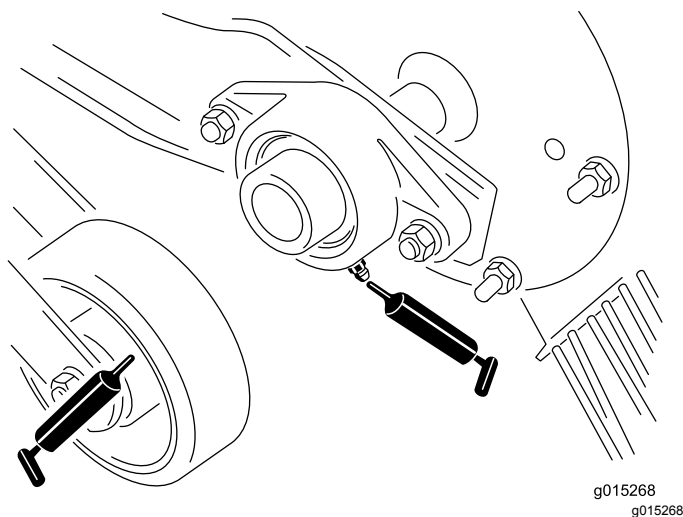
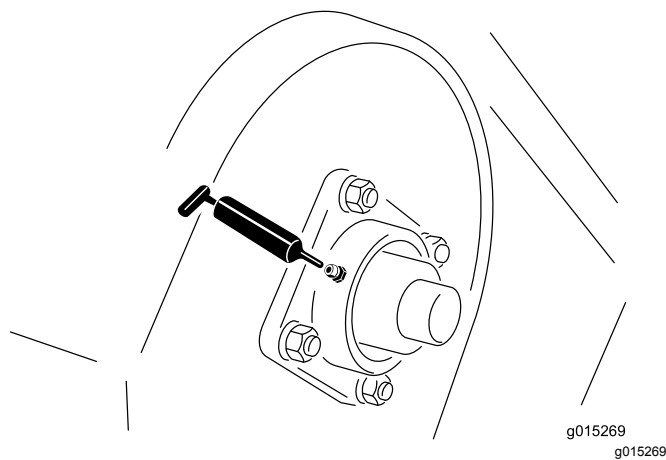
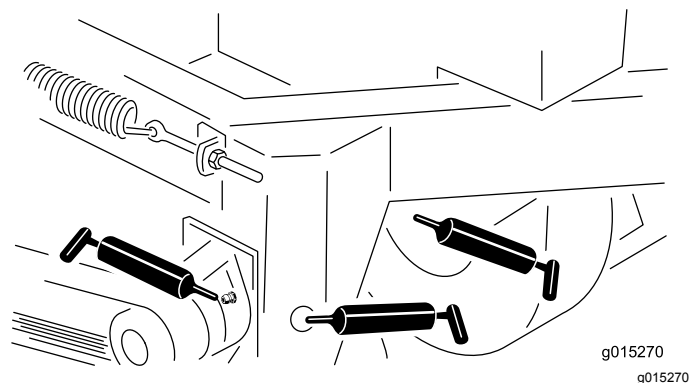

图11
图12
图13
2. 用黄油枪将润滑脂打入到轴承和衬套中 图11、图12 和 图13。